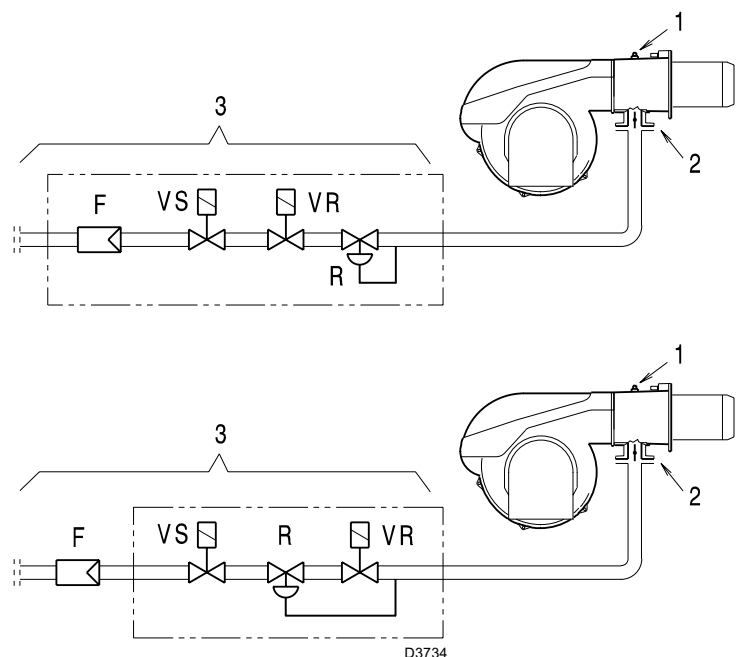

Abb. 40
Gasdruck gemessen an Anschluss 1)(Abb. 40), mit:
Strömungsverlust Gasdrossel 2 (Abb. 40) bei maximaler Öffnung: 90°.
Strömungsverlust Armatur 3)(Abb. 40) bestehend aus: Regelventil VR, Sicherheitsventil VS (beide bei maximaler Öffnung), Druckregler R, Filter F.
- vom Gasdruck an der Entnahmestelle 1)(Abb. 40) den Druck in dem Feuerraum abziehen.
- Gasdruck an der Entnahmestelle 1) (Abb. 40) = 11,6 mbar
Zur Ermittlung des für den an der Entnahmestelle 1) (Abb. 40) erforderlichen Gasdrucks, nachdem die gewünschte Leistung des Brenners festgelegt wurde:
- Rechts, in Spalte 1, den Druck an der Entnahmestelle 1)(Abb. 40) ablesen.
erforderlicher Druck an der Entnahmestelle 1) (Abb. 40).